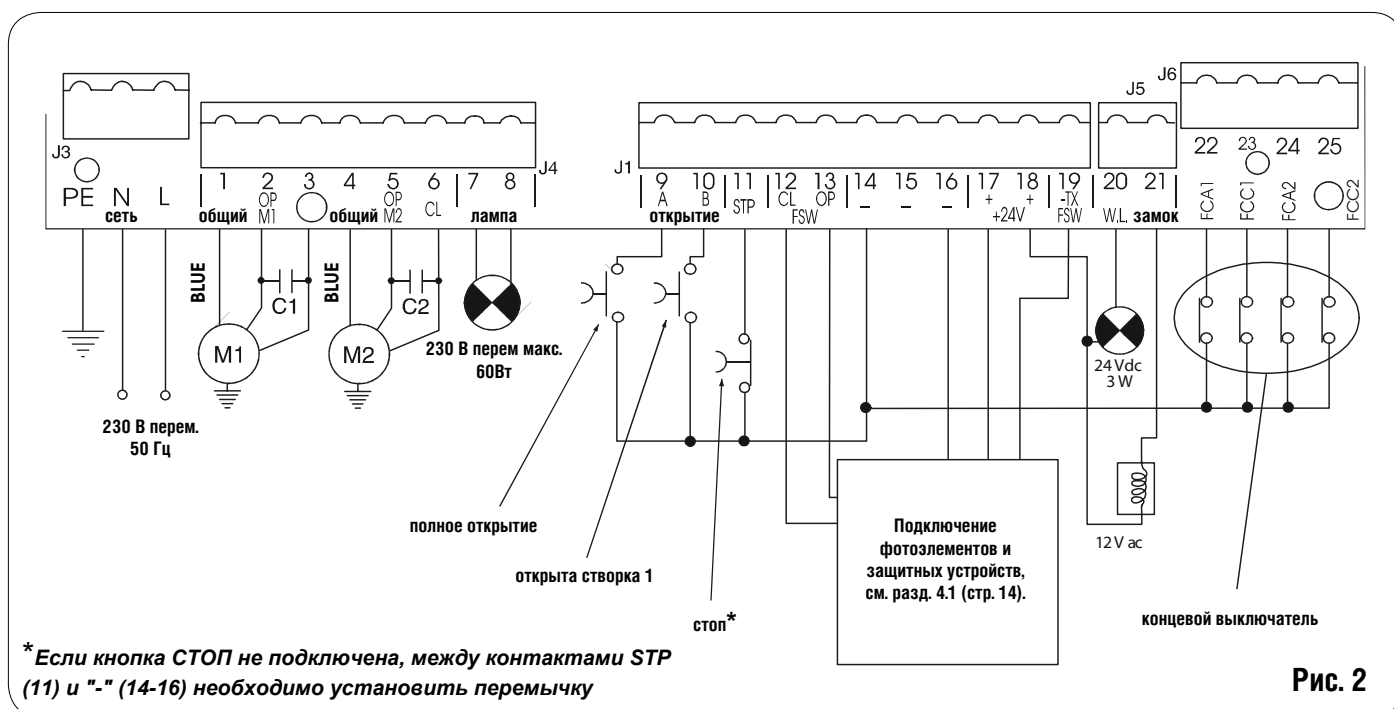

Рис. 2
Подсоедините провод заземления к соответствующей клемме на колодке J3 платы управления (см.рис.2).
4.4. Разъем J1 на блоке управления служит для подключения аксессуаров. (Рис.2.)
4.5. Разъем J5 на блоке управления служит для подключения светового индикатора и электронного замка. (Рис.2)